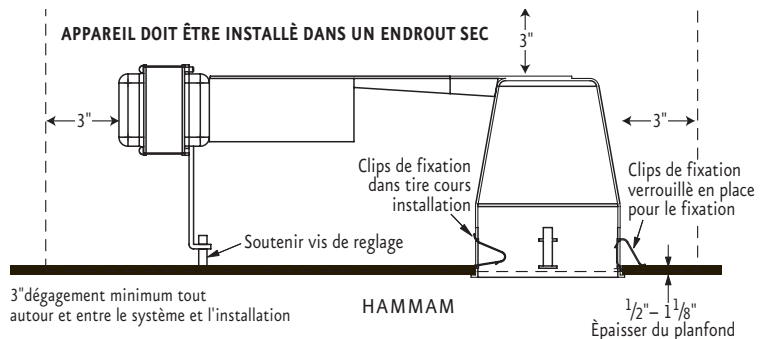
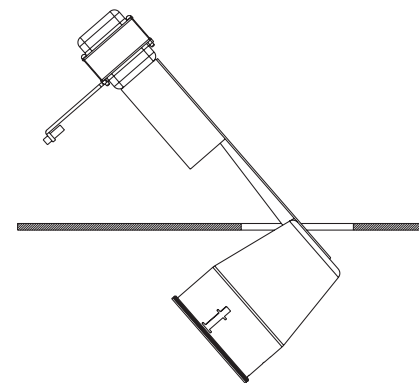

Figure 1
Figure 2
7. Une fois les clips plié dans l'appareil comme indiqué sur la figure 1 insérez le boîtier câblé dans la boîte de jonction du plafond premier comme le montre la figure 2.